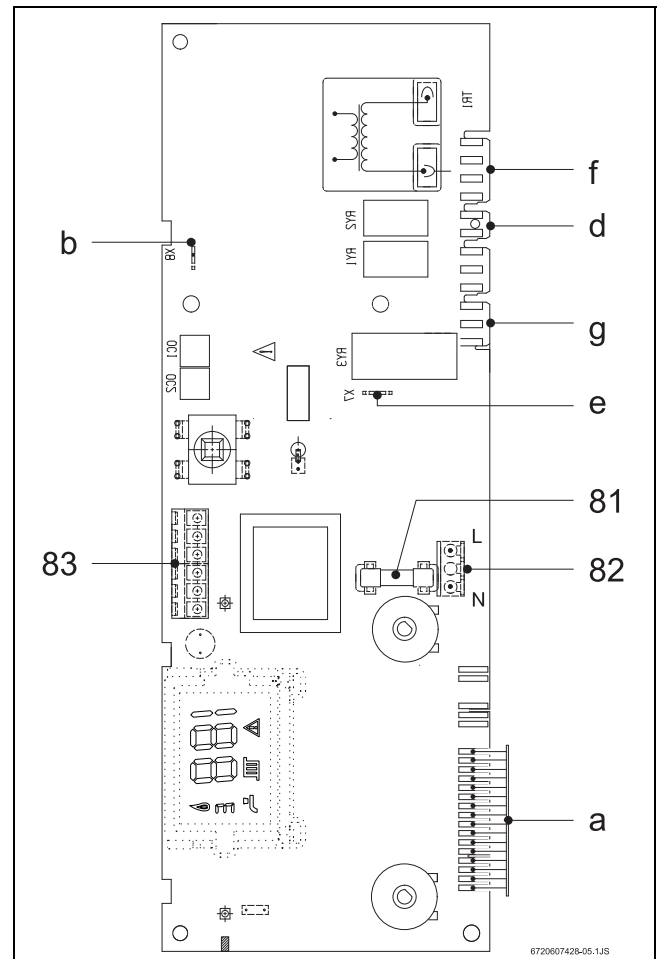

Рис. 14
- ▶ Удалить перемычку 1 - 4 (рис. 14, [поз. 83]).